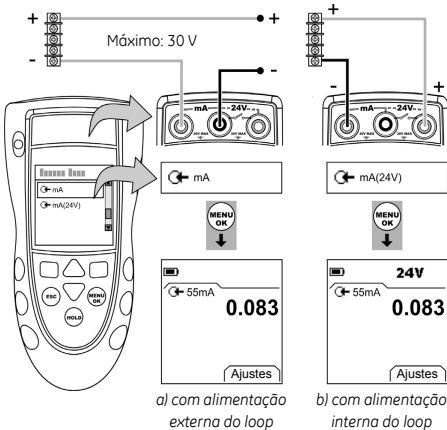

Figura 5: Exemplo de configuração – Medida em mA
1. Conecte o instrumento (Figura 5) e, se necessário, ajuste o *Conf.* (Tabela 1).